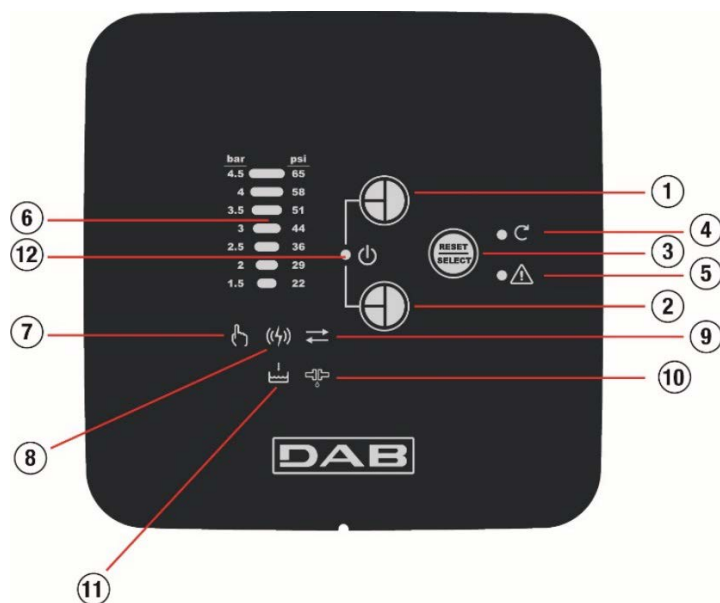

Fig. 16
Il passaggio dalla modalità Monitor alla modalità SETUP si effettua premendo contemporaneamente il tasto “-” (Fig. 16, 1) e “Reset/Select” (Fig. 16, 3) per almeno 3 secondi. Il passaggio dalla modalità SETUP alla modalità Monitor si effettua premendo contemporaneamente i tasti “-” (Fig. 16, 2) e “Reset/Select” (Fig. 16, 3) per almeno 3 secondi o aspettando 1 minuto senza toccare nessun tasto dell’interfaccia. All’accensione la COM BOX si trova di default in modalità Monitor. La modalità SETUP è indicata dal lampeggio alternativo del LED STATO MOTORE e ALLARME.
12.2.1. Stato motore (Fig. 16, 4)
12.2.2. Lettura allarmi (Fig. 16, 5)
12.2.3. Funzione MANUAL MODE (Fig. 16, 7)
12.2.4. Connessione PLC (Fig. 16, 8)
Tramite la pressione contemporanea dei tasti “+” e “-” (Fig. 16, 1 - 2) e il rilascio degli stessi si ha l’arresto incondizionato del motore della pompa, che non potrà partire nuovamente prima di una nuova pressione contemporanea dei tasti “+” e “-” (Fig. 16, 1 - 2) e il rilascio dei medesimi. Tale inibizione prevale anche sull’eventuale accensione del motore imposta nel “MANUALE”.
Il reset degli allarmi, può essere effettuato manualmente premendo il tasto “Reset/Select” (Fig. 16, 3).
Col tasto “Reset/Select” (Fig. 16, 3) si può passare attraverso i settaggi descritti qui sotto.
Con questa funzione è possibile variare il valore del CUT-IN della pompa. Tale valore è incrementabile/decrementabile con i tasti “+” e “-” (Fig. 16, 1-2) e può assumere i valori rappresentati nella scala barometrica attraverso un lampeggio.
In questo settaggio col tasto “+” (Fig. 16, 1) si impone l'accensione del motore della pompa.
Il tasto “-” (Fig. 16, 2) ripristina le normali condizioni di funzionamento.
In questo settaggio premendo il tasto “+” (Fig. 16, 1) per 5 secondi, la COM BOX si mette temporaneamente nello stato di associazione PLC attraverso la rete di alimentazione elettrica.
Il tasto “-” (Fig. 16, 2) premuto per 5 secondi elimina l'eventuale associazione con la DTRON3.